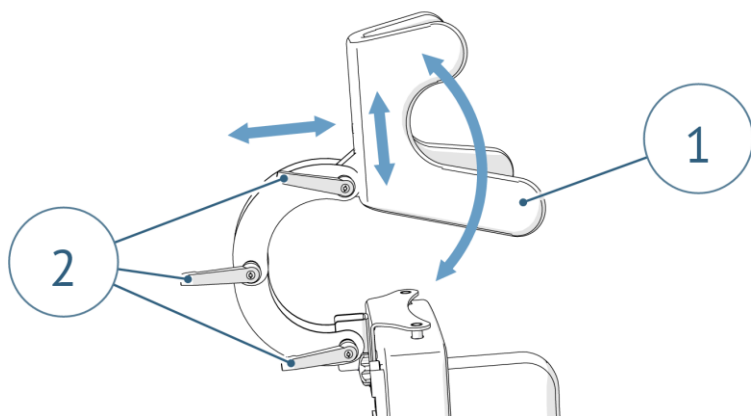

Рисунок 21. Регулировка подголовника
Для регулировки подголовника (1) необходимо ослабить рукоятки (2), установить подголовник в нужное положение и плотно затянуть рукоятки (2) (**рис.21**).